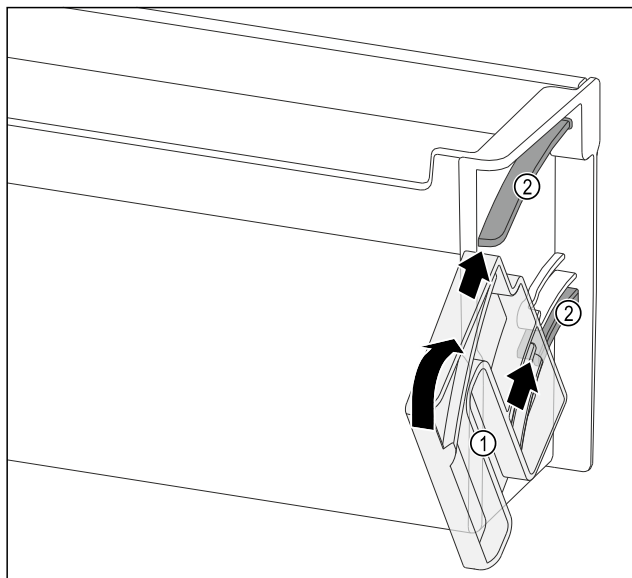

Fig. 148
- ▶ Dreheinheit *Fig. 148 (1)* so positionieren, dass die Aussparungen genau gegenüber den Führungskanälen *Fig. 148 (2)* des Türabstellers liegen.
- ▶ Dreheinheit *Fig. 148 (1)* in die angegebene Richtung drehen.